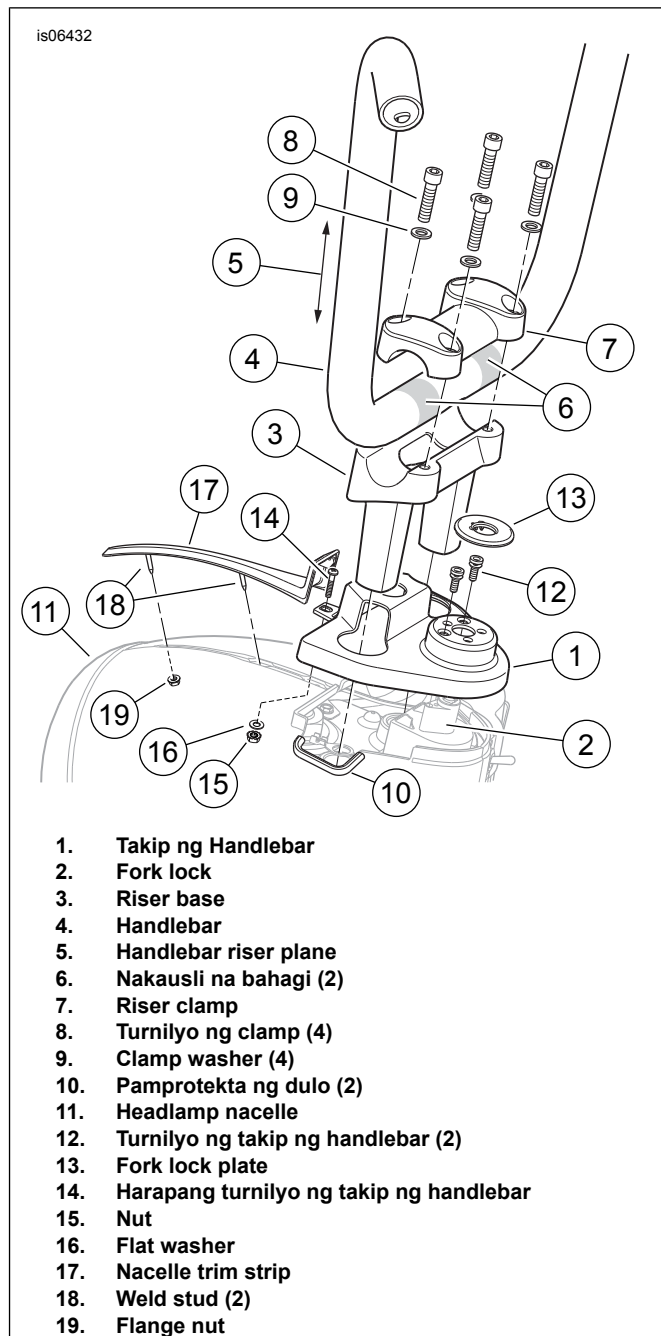

Figure 8. Kumpigurasyon ng FLHR Ape Handlebar Riser
- b. **Mga Road King na modelo:** Tingnan ang Figure 8 . Ilagay ang takip ng handlebar (1), na nakaposisyon tulad ng ipinapakita, sa fork lock (2).
- c. Ipasok ang riser base (3) na mga paa papasok sa mga butas sa takip ng handlebar, at ikabit ang riser sa mga pangmount na bolt na tinanggal kanina. Huwag ganap na higgitan sa pagkakataong ito.
2. Tingnan ang Figure 8 . Upang maiwasan ang posibleng pinsala sa brake line, tiyakin na ang mga protektor ng dulo (10) ay mananatiling nakakabit sa mga panloob na dulo ng headlamp nacelle (11). Palitan ang mga protektor ng dulo kung nawawala, nabitak o nasira.
4. Tingnan ang Figure 8 . Ikabit ang **bagong** takip ng handlebar (1) sa fork lock (2) mechanism. **Para sa Hilagang Amerika at 2014 at mas bagong Internasyonal na mga modelo:** gamitin ang dalawang **flat head** na mga turnilyo (12) na tinanggal kanina. Higpitan ang mga flat head na turnilyo. **Para sa 2013 at mas lumang Australia, Brazil, Inglatera, Europa at Japan:** gamitin ang dalawang **bagong** espesyal na mga turnilyo (H-D Piyesa Blg. 2935A, nabibili ng hiwalay). Higpitan ang mga turnilyo (12) hanggang matanggal ang mga natatanggal na ulo.
5. Pindutin ang plate ng orihinal na fork lock (13) sa posisyon sa takip ng handlebar.
6. Ipasok ang turnilyo (14, tinanggal kanina) papasok sa butas na nasa harapan ng takip ng handlebar at ang itaas ng headlamp nacelle (11). Abutin sa loob ng nacelle at ikabit ang nut (15) at flat washer (16) sa mga thread ng turnilyo. Higpitan.